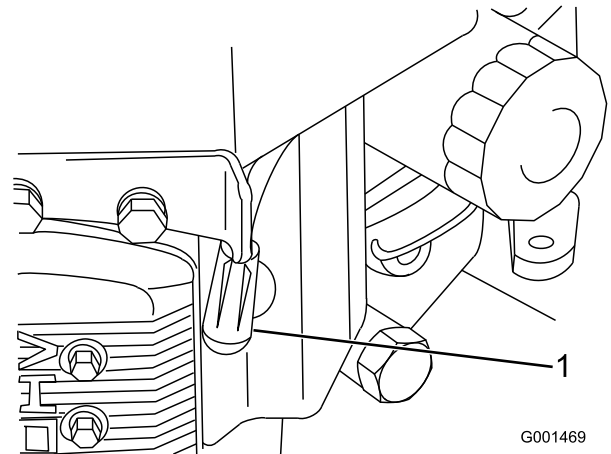

Figura 39
3. Desconecte el cable de la bujía (Figura 39).